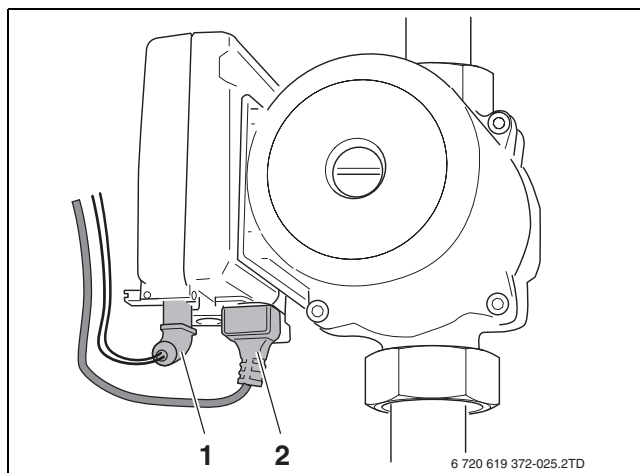

Fig. 34 Collegamento della pompa
- Inserire la presa del cavo del tachimetro (→ fig. 34, [1]) nella pompa (solo in caso di pompa di modulazione UPM 25-70).
- Inserire la presa del cavo di collegamento alla rete (→ fig. 34, [2]) nella pompa.